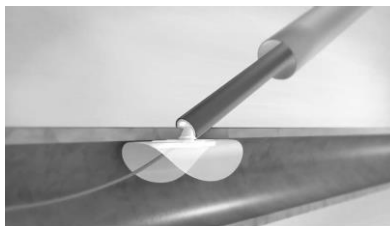

Figura 13. Posição de tamponamento, implante posicionado em justaposição à arteriotomia.
- b. Continue a retirar o dispositivo mais 1,5 graduações (= 3,5 graduações no total). Neste ponto, deverá ser sentida uma ligeira resistência táctil como resultado do implante se ancorar contra o lúmen interno da parede arterial. Esta é a posição de tamponamento, e o implante está agora a controlar a hemorragia da arteriotomia. Figura 13.